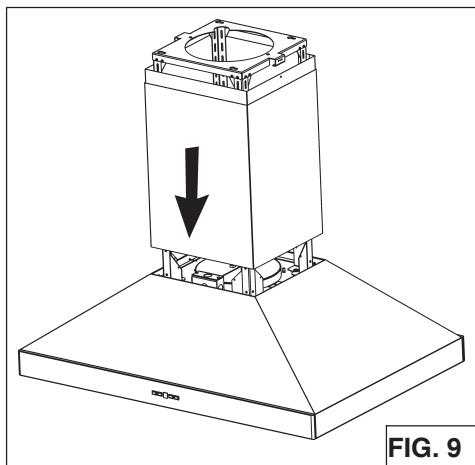
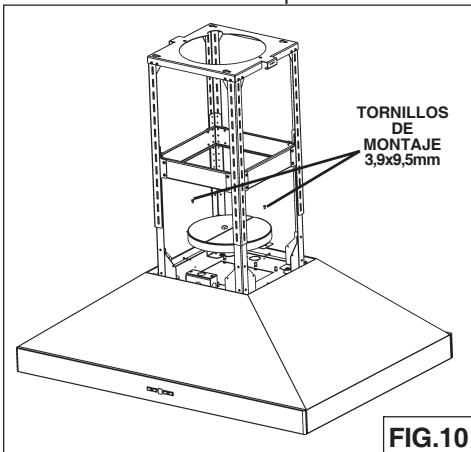

FIG. 9
FIG.10
- Sujete el **conducto superior e inferior** a la parte superior del armazón de soporte (Fig.9).
- Monte la campana al techo con los (4) tornillos 6x70mm instalados previamente. Estos apriete los tornillos. Instale (2) tornillos de 6x70mm adicionales, como se muestra en la ilustración. Asegúrese de que todos los (6) tornillos estén firmes.
- Asegure la campana en el techo e instalar el (2) tornillos adicionales (6x70mm).
- Sujete el **casquillo** a la campana con 2 tornillos de montaje (3,9x9,5mm) colocados en la bolsita para el montaje (Fig.10).